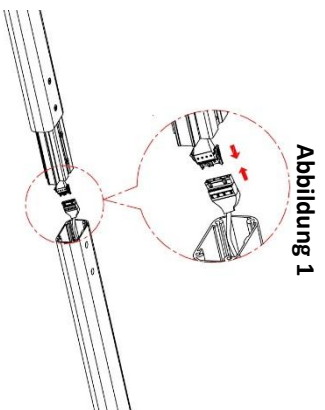

Abbildung 1
1. Montieren Sie zuerst das Standprofil der Leuchte. Verbinden Sie dazu zuerst die Steckverbindung der Profile und schieben Sie diese anschließend zusammen (siehe Abb. 1). Achten Sie beim Zusammenschieben darauf, dass keine Kabel gequetscht oder geklemmt werden.